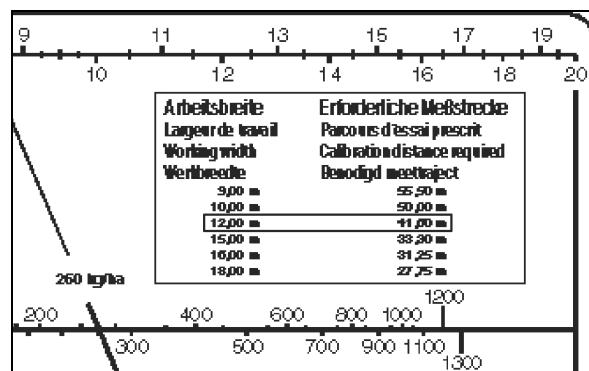

Fig. 65
3. I tabellen (Fig. 65) til nomogrammet eller baksiden til regneskiven finner du ønsket arbeidsbredde (12 m) for den nødvendige målestrekningen (41,6 m).